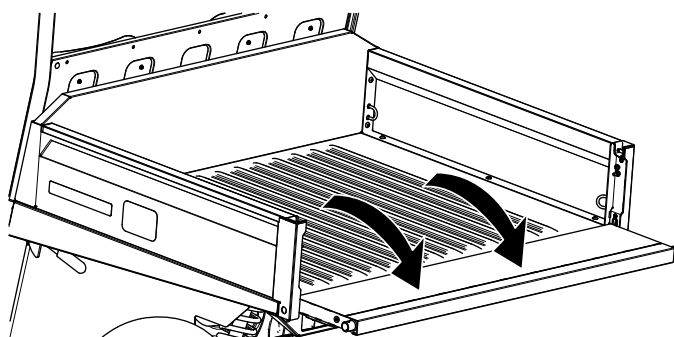

Figura 44
3. Abbassate la sponda posteriore in modo che sia a livello con la parte inferiore del pianale (Figura 44).